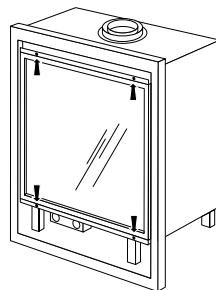

fig. 7
3. Verwijder het glas door het kader te demonteren (zie fig. 7).